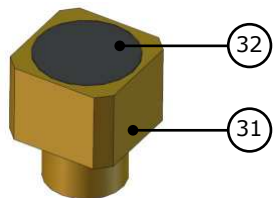

Fig. 16
- 20)** Sostituire la pasticca (32), (fig.16);
Replace the pad (32), (fig.16);